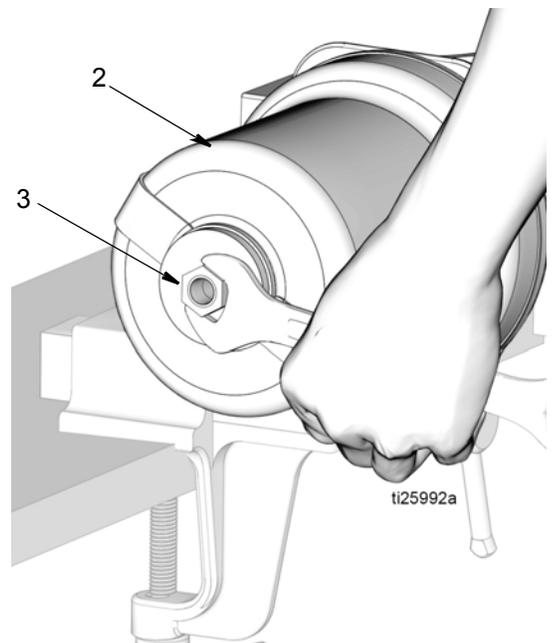

FIG. 15
- Quite la tuerca de tope de pistón (3) de la parte superior del cilindro de aire (2) (FIG. 15).